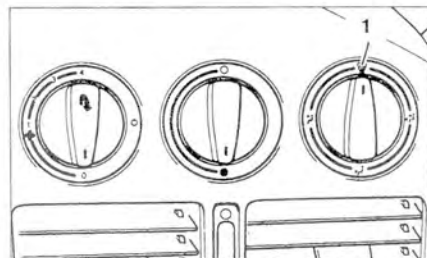

Рис. 9.74. Установите регулятор распределения подачи воздуха в положение 1.
15. Установите регулятор распределения подачи воздуха в положение 1 (рис. 9.74).